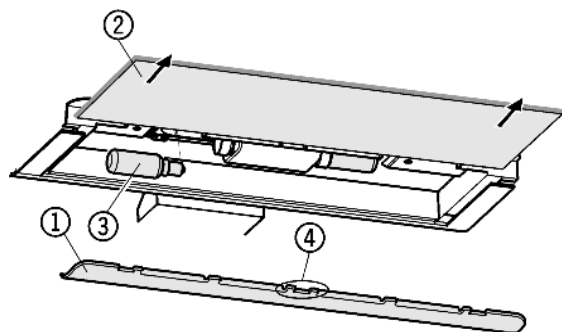

Fig. 13
- ▶ Снятие накладки *Fig. 13 (1)*: сзади возьмитесь пальцем за накладку и снимите её с фиксатора.
- ▶ Извлеките стеклянную полку *Fig. 13 (2)*.
- ▶ Лампу накаливания *Fig. 13 (3)* заменить.
- ▶ Установка накладки на место: защелкните справа и слева, следя за тем, чтобы средний крюк *Fig. 13 (4)* захватил стеклянную полку.